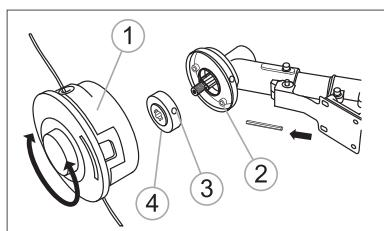

fig. 6
2. Menținând șiftul în orificiile 2 și 3 ale carcasei reductorului și ale șaibei pentru flanșă 4 rotați capul de tăiere cu fir împotriva acelor de ceasornic până la refuz (fig. 6).